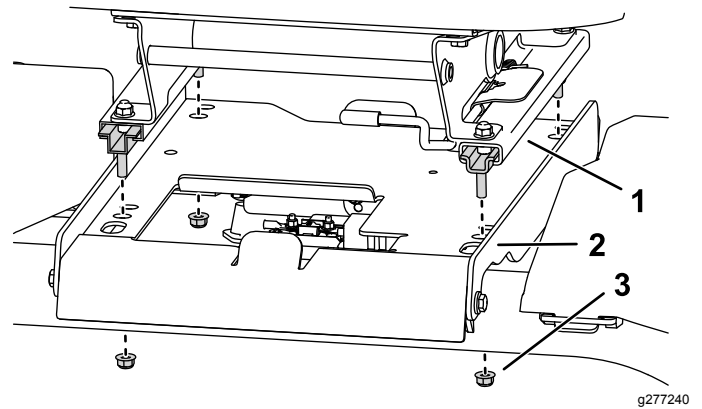

Bild 3
4. Entfernen Sie die vier Muttern und werfen sie weg, mit denen die Sitzschienen an der Sitzpfanne befestigt sind; nehmen Sie den Sitz ab (Bild 3).